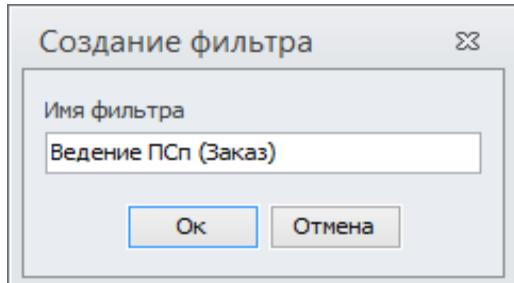

Рисунок 283: Пример окна "Создание фильтра"
- 6.1 В поле «Имя фильтра» ввести имя нового фильтра (рис. 283).